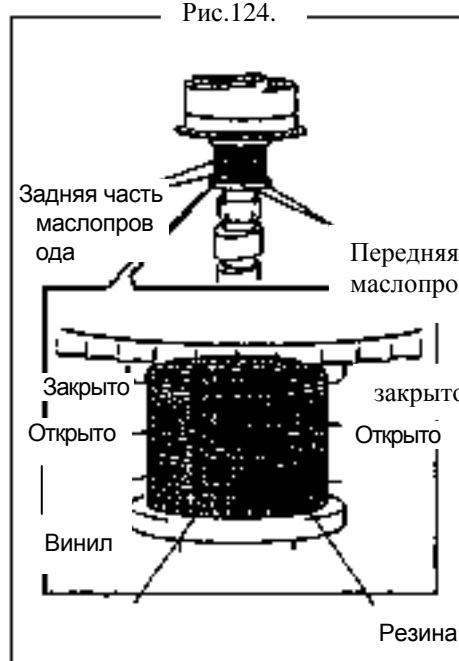

Рис.124.
10. Проверьте VVT [4G18-1006300].(рис.124).